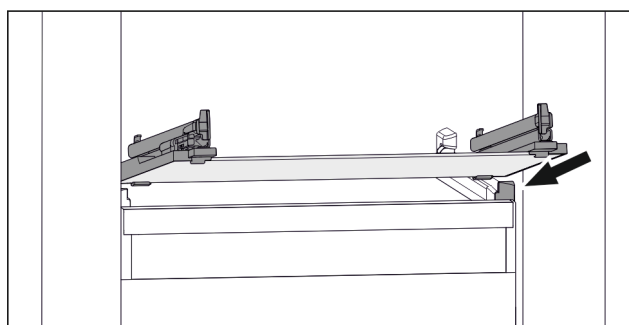

Fig. 109 Příklad znázornění skleněné desky
- Nasadte skleněnou desku šikmo za zářezky. (viz Fig. 109)